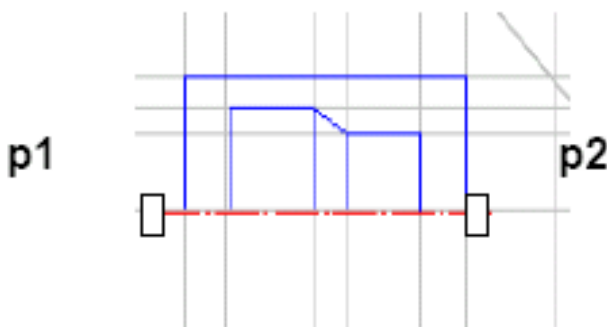

Рис. 2.7. Построение симметричного изображения
5) указать последовательно первую точку $p1$, а затем вторую $p2$ принадлежащих оси симметрии (рис. 2.7). Для завершения построения нажмите кнопку  в *Панели свойств*.